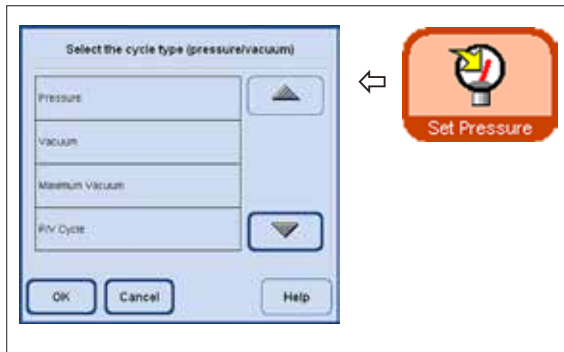

Bild 133
- Du kan välja en typ av tryckcykel. Det gör du genom att trycka på knappen **SET PRESSURE** (ställ in tryck) för att visa fönstret **SELECT THE CYCLE TYPE** (välj typ av cykel) (bild 133). Markera någon av de fyra typerna av cykel (tryck/vakuum) och bekräfta med OK.